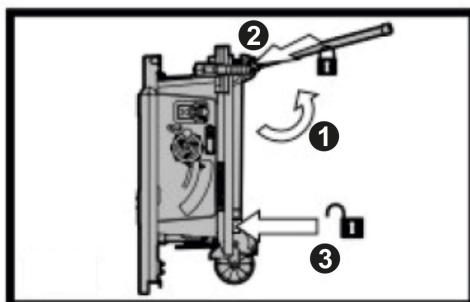

Рис. 2
2. Разблокируйте правую стойку и разложите ее. Зафиксируйте стойку в разложенном состоянии (Рис. 2)